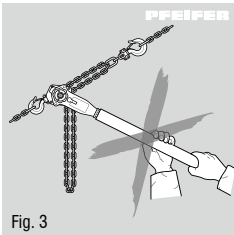

Fig. 3
- Il est interdit d'allonger le levier (Fig. 3).